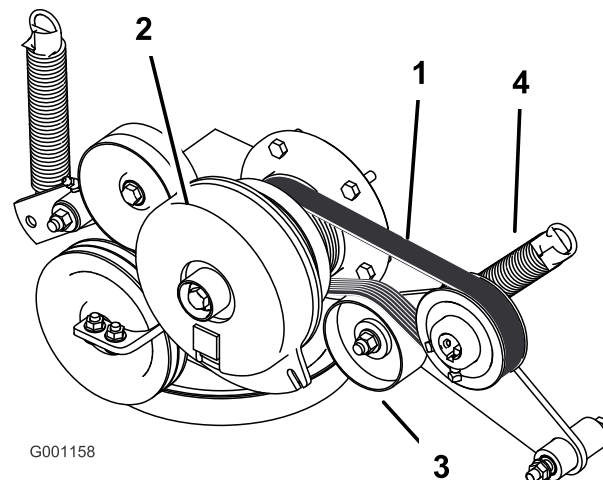

Bild 59
3. Entfernen Sie die Feder vom Spannarm (Bild 59).
4. Legen Sie einen neuen Riemen um die Motor- und Hydraulikpumpenscheiben (Bild 59).
6. Haken Sie die Feder wieder in den Spannarm ein (Bild 59).